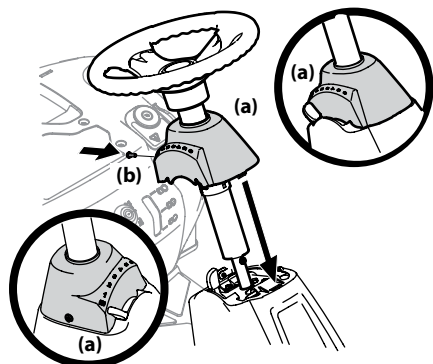

Figura 2-4
- Deslice la tapa del pedestal (a) hacia abajo sobre el tractor cortacésped y rótelala ligeramente a la derecha para calzarla en su lugar. Sujete la tapa del pedestal (a) con el tornillo (b) que extrajo antes. Consulte la Figura 2-4.